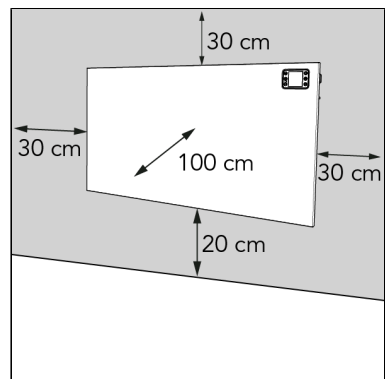

Abbildung 47.
2. Platzieren Sie das Gerät mit einem Mindestabstand (Abbildung 47) von: